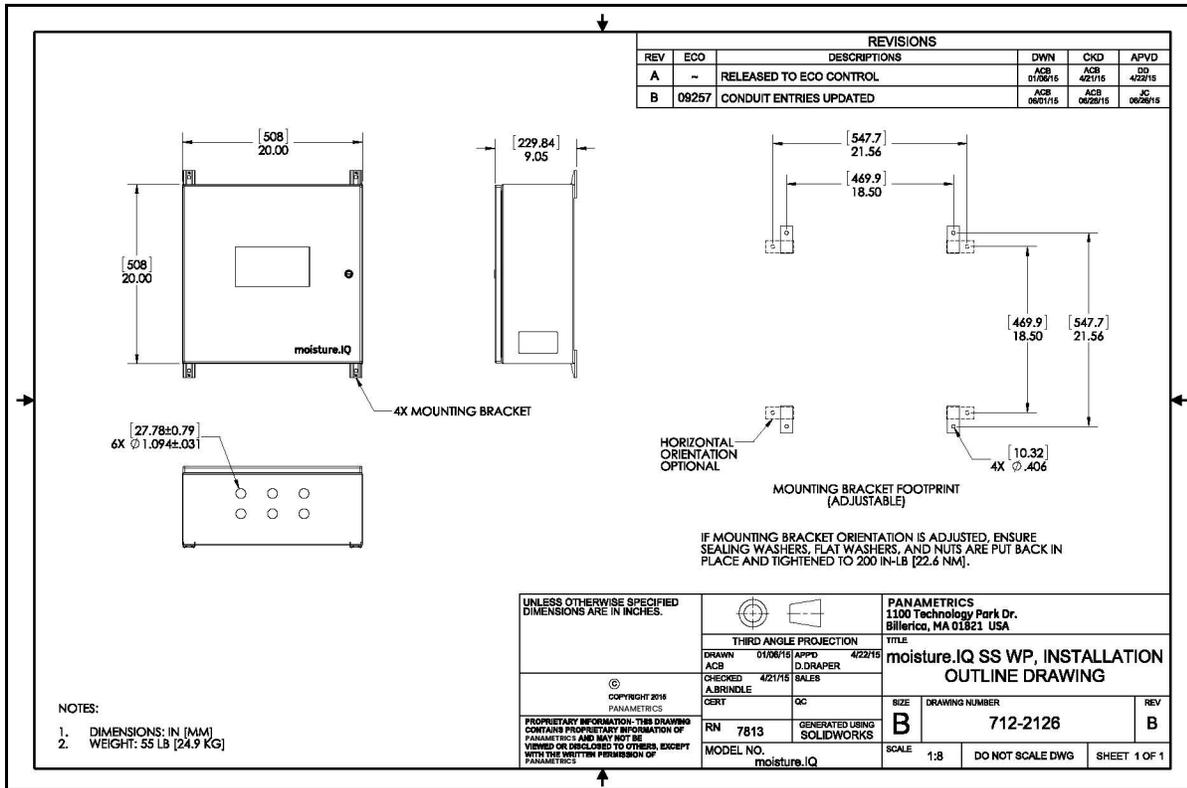
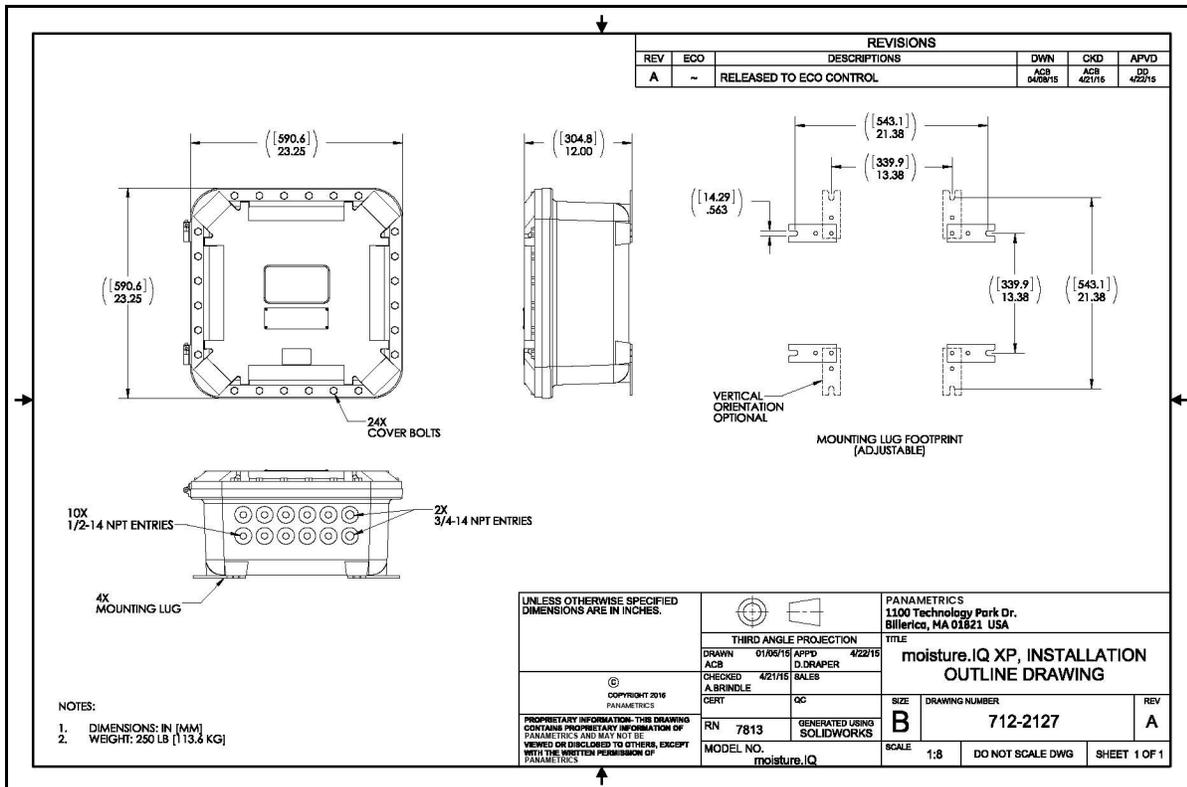

Figura 10: Plano esquemático de instalación SS WP (Plano 712-2126_revB, SH 1 de 1)
Figura 11: Plano esquemático de instalación XP (Plano 712-2127_revA, SH 1 de 1)
- La instalación debe reunir los requisitos de los diagramas de instalación 712-2126, versión de acero inoxidable resistente a la intemperie (consulte la Figura 10 en la página 6), y 712-2127, versión a prueba de explosión (consulte la Figura 11 en la página 6).